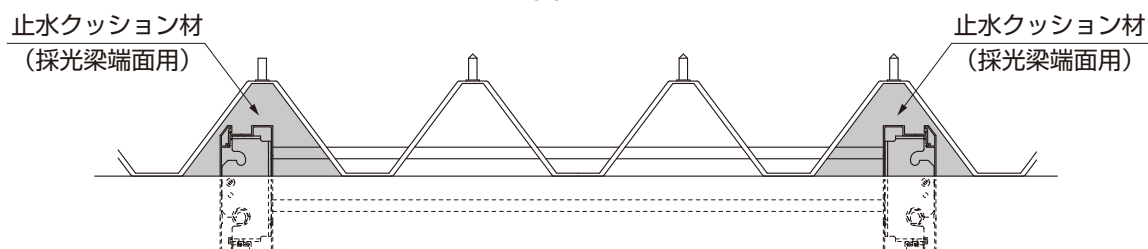

図14-7
① 桁 中間の採光梁取付け部に止水クッション材 (採光梁端面用) を取付けてください。(図14-7参照)